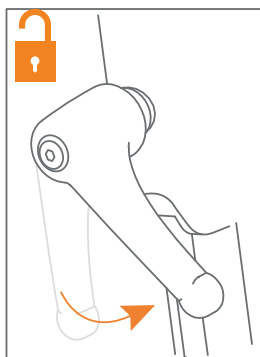

Figuur 12: Juiste hoogte bepalen.
Voor een optimaal gebruik van de Rollz Motion is de juiste afstelling van de hoogte (Figuur 12) cruciaal. De hoogte is traploos instelbaar tussen de uiterste min- en max-stand. Zo kan de Rollz Motion eenvoudig worden aangepast aan individuele behoeften.
- c. Om te bepalen wat de juiste hoogte is, gaat u tussen de handgrepen van de Rollz Motion staan met afhangende armen. De handgrepen horen ter hoogte van uw polsen te staan (**Figuur 12**).